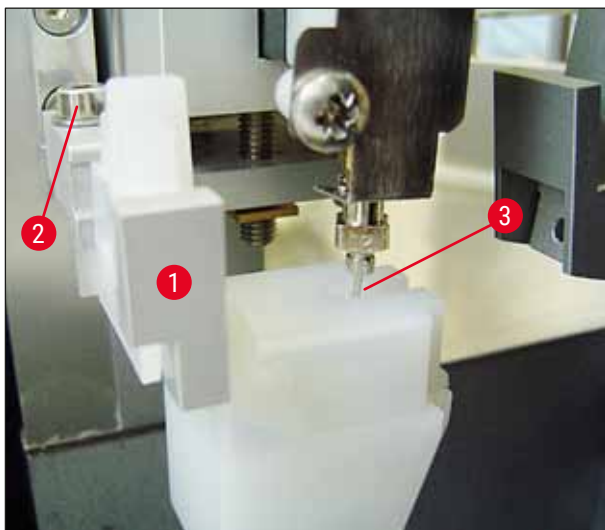

Fig. 23
2. Pentru aceasta, scoateți șurubul (→ Fig. 23-2) folosind cheia Allen nr. 3 (→ Fig. 22-5) și aliniați dispozitivul de curățare a acului dozator deplasând suportul (→ Fig. 23-1) în lateral până când acul dozator (→ Fig. 23-3) se deplasează în poziția corectă în mijlocul portului de curățare (→ Fig. 23).